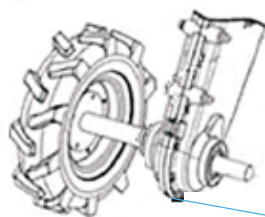

Рис. 22
2. Открутите крышку маслосливного отверстия. (см. рис. 22)